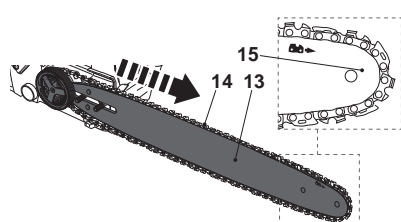

Fig. 5
8. Le mouvement de la chaîne est indiqué par la flèche (Fig. 5). Vérifiez que la chaîne passe bien autour du pignon de renvoi (15) du guide-chaîne (13).